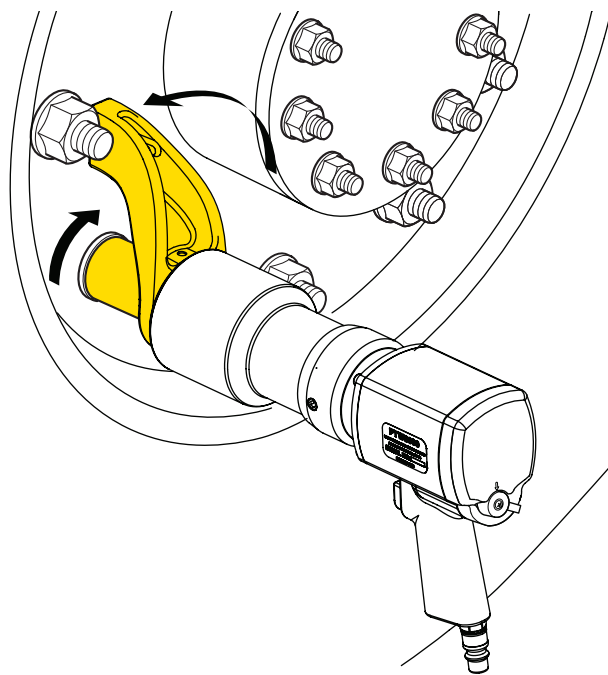

图 8
9. 图 8 显示出反力臂在方驱顺时针旋转时的位置。
11. 拧紧紧固件（或顺时针方向施加扭矩）：确保调节拉杆置于“F”处，反力臂的位置如图 8 所示。然后，完全按下扳机并保持按住状态，直至扳手停止。